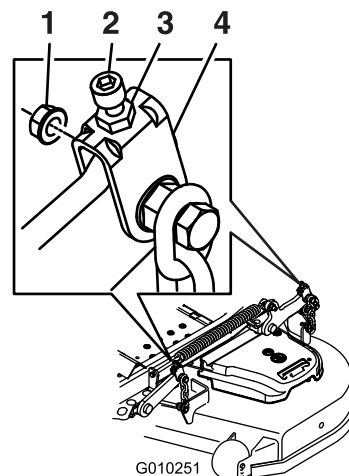

Figura 88
16. Gire el tornillo de ajuste hasta obtener una altura de 8,3cm (3-1/4 pulg.) (Figura 88).